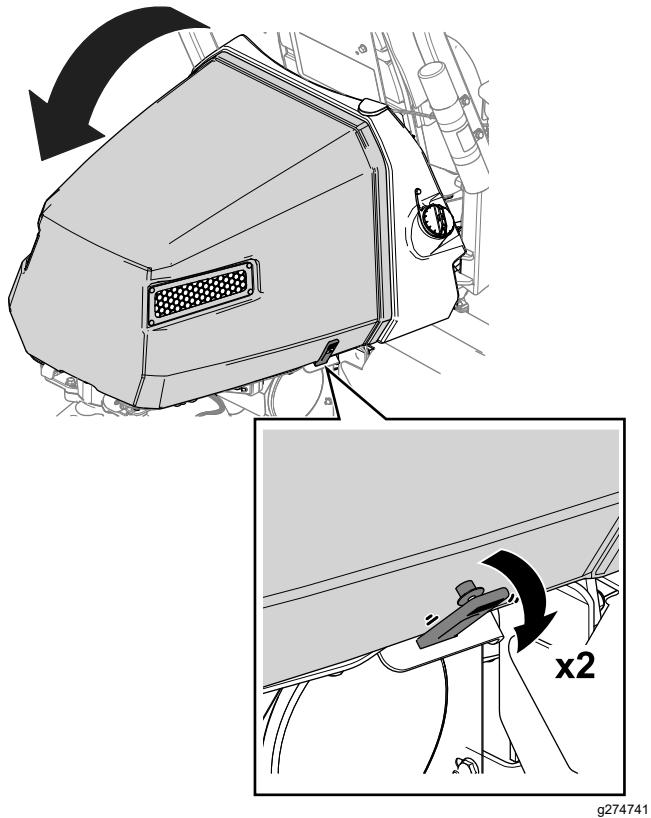

Figure 45
- Détachez les attaches de chaque côté du capot (Figure 45).
- Ouvrez le capot (Figure 45).